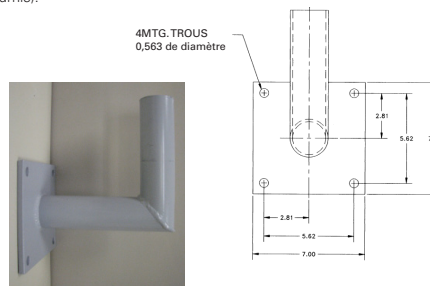

Figure 2 –
1. Déterminer l'emplacement du montage de la console SWB6 à l'aide des trous de boulons indiqués à la figure 2.
2. Monter la console SWB6 (le coude vers le haut) à l'aide de quatre (4) boulons de 1,25 cm (1/2 po) (non fournis) ou en les soudant en position.